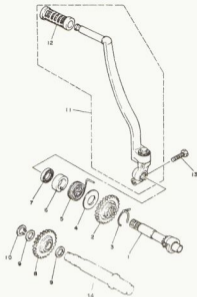

Bild 141
Kickstarterhebel (Bauteil 11 in Bild 141) versetzt die Kickstarterwelle in Drehung. Diese überträgt ihre Drehkraft auf das Kickstarterzahnrad (2) mit 24 Zähnen. Das Zwischenrad (8) überbrückt mit seinen 25 Zähnen den Abstand zur Nabe des Kupplungskorbs, die ihrerseits ein Zahnrad mit 19 Zähnen trägt. Aus dieser Zahnepaarung ergibt sich eine Übersetzung ins Schnelle. Vom Kupplungskorb wird die Drehbewegung über die Zahnäder des Primärtriebs im Verhältnis 19:68 erneut ins Schnelle übersetzt auf die Kurbelwelle übertragen. Das bedeutet, dass bei einmaliger Betätigung des Kickstarters (0,5 Umdrehungen der Kickstarterwelle) die Kurbelwelle 2,3 Umdrehungen macht.
Zahradbremse, Teil 3 in Bild 141